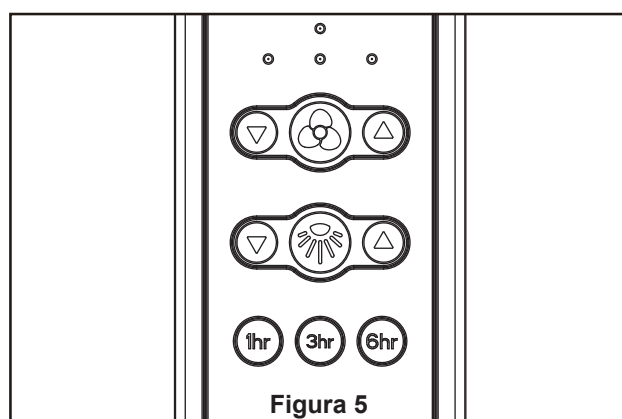

Figura 5
5. Extraiga tres tornillos de la ensamble de la placa de iluminación utilizando las dos ranuras principales de la placa de conexión. Vuelva a colocar el tercer tornillo extraídos en el Paso 3 y fije los tres tornillos. (Figura 5)
5. Funciones del control remoto: (Figura 5)